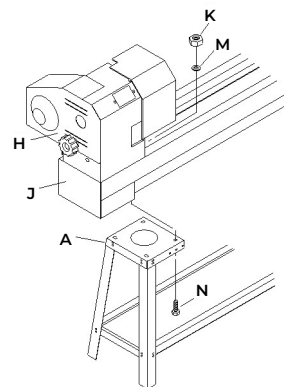

Рис. 3
- Наденьте шайбу «M» и гайку «K» на болт «N» и надежно затяните. См. Рисунок 3.